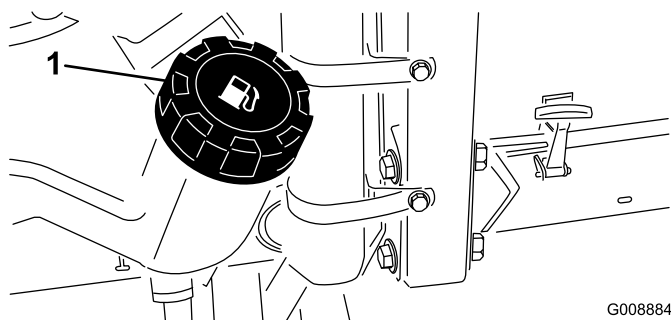

Figura 22
1. Limpie la zona alrededor del tapón del depósito de combustible (Figura 22).